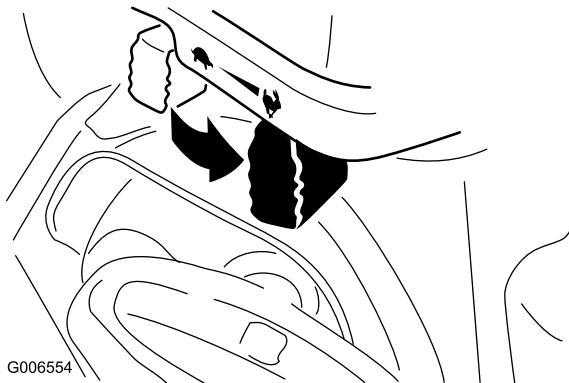

Рисунок 28
6. Переведите дроссельный кран в положение Fast (Быстро) (Рисунок 28).